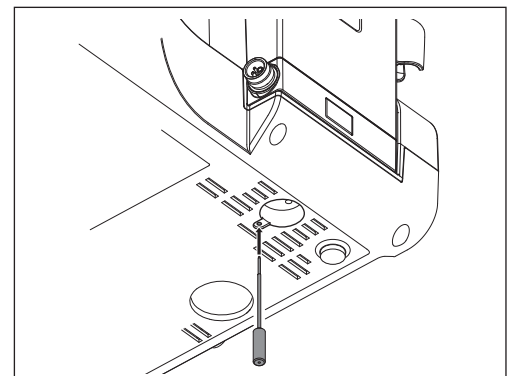

Fig. 42
- 1) Inserte en el orificio que se encuentra en la base de la unidad de control la herramienta de desbloqueo incluida e introdúzcala por completo. (Fig. 42)